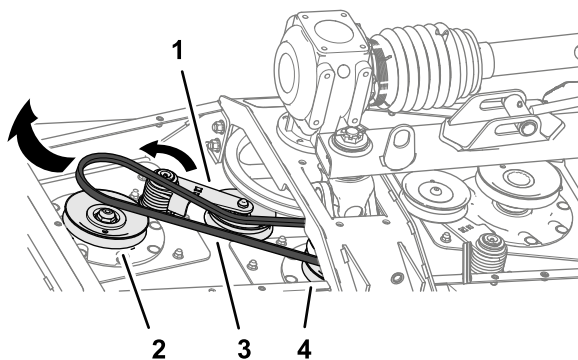

Figura 66
3. Utilizzate una barra di interruzione o un utensile simile per ruotare il tendicinghia per la cinghia corta in senso antiorario e fate scorrere la cinghia via dalla puleggia tendicinghia (Figura 66).